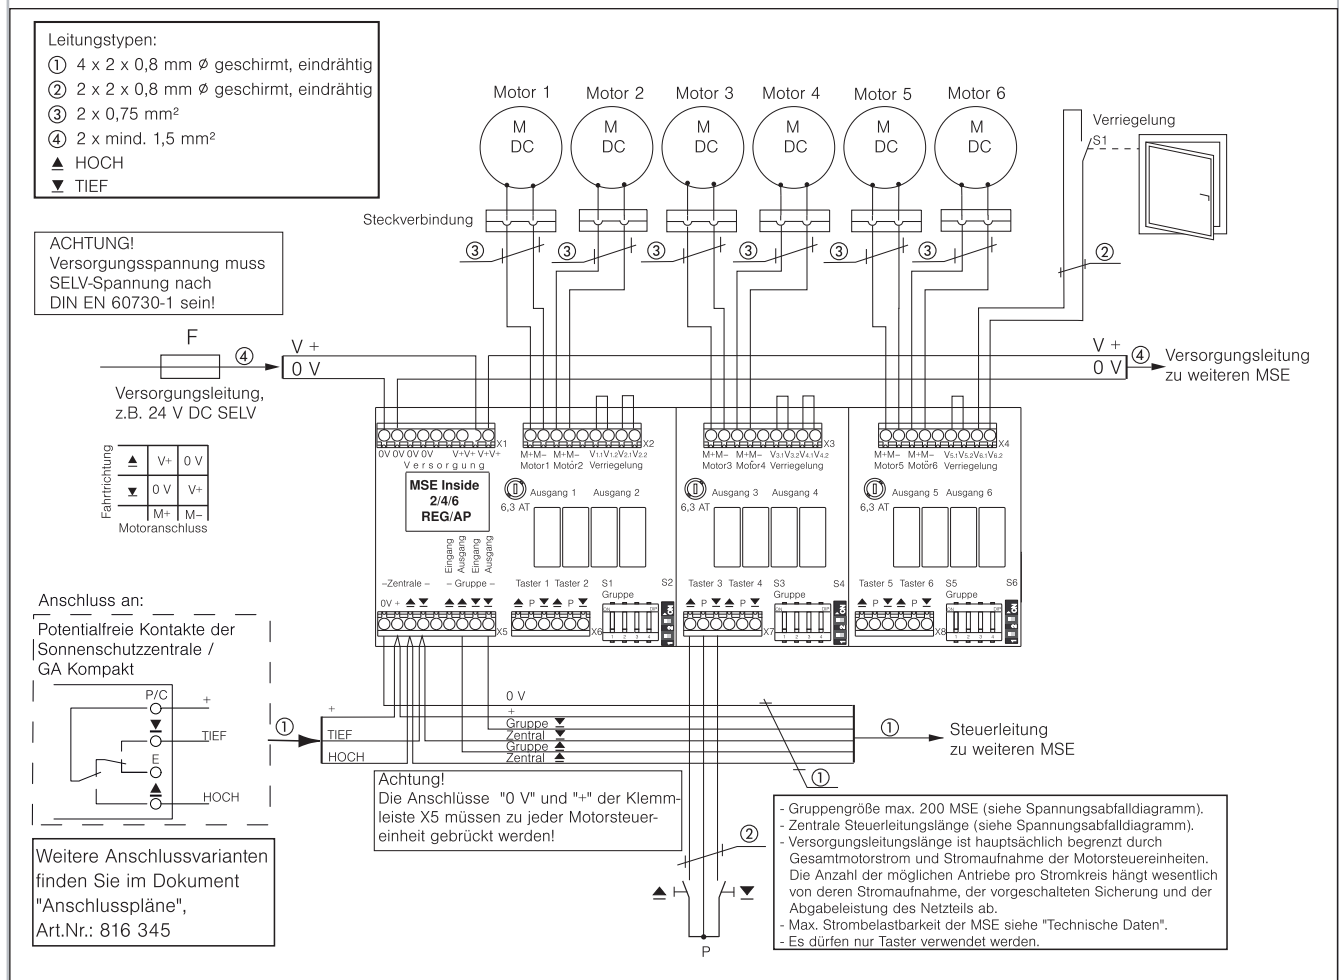

Abb. 7 Anschlussplan MSE Inside 2/4/6 REG/AP
- Der elektrische Anschluss der Motorsteuereinheit erfolgt nach umseitigem Anschlussplan (s. Abb. 7)